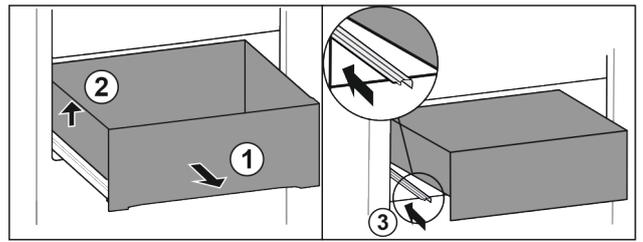

Fig. 82
- ▶ Estrarre il cassetto fino all'arresto. Fig. 82 (1)
- ▶ Sollevare il cassetto a sinistra. Fig. 82 (2)
- ▶ Inserire la guida sinistra. Fig. 82 (3)